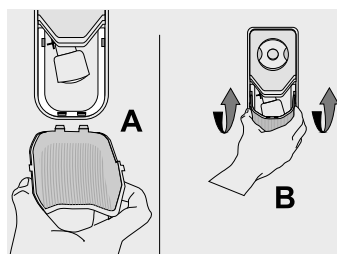

Figura 35
- Para finalizar presione la tapa luz hacia el centro e incrustela en la caja control (A) y suéltela para que ésta se fije a la caja control (B). (Ver figura 35).